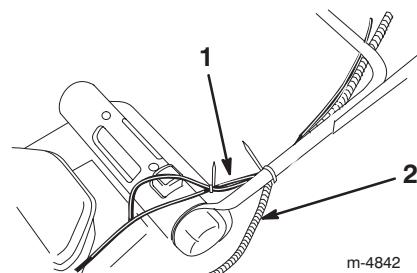

Figure 3
**Remarque :** Vérifiez que les câbles et la gaine électrique sont acheminés comme indiqué à la Figure 3.